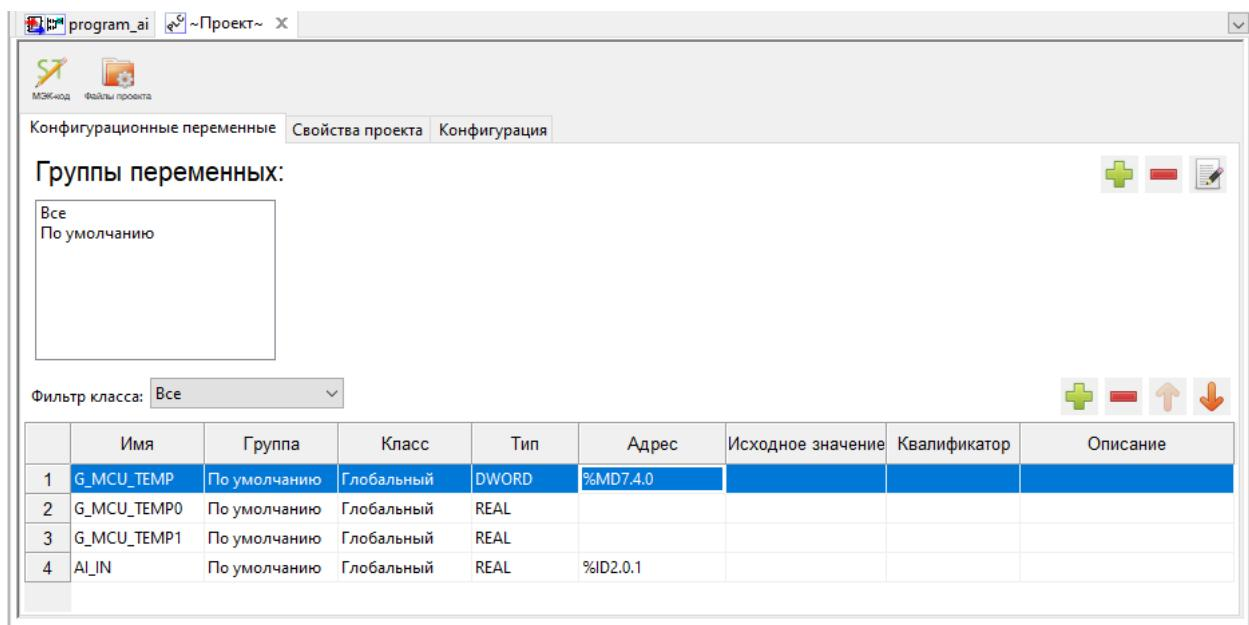

Рисунок 6.4 – Добавленный адрес переменной
- после выбора класса и нажатия кнопки «OK» поле адреса соответствующей переменной будет заполнено адресом внешней переменной (рисунок 6.4).
Например, на Рисунок 6.4 адрес %MD7.4.0 – «Внутренняя температура ПЛК, °C», где: